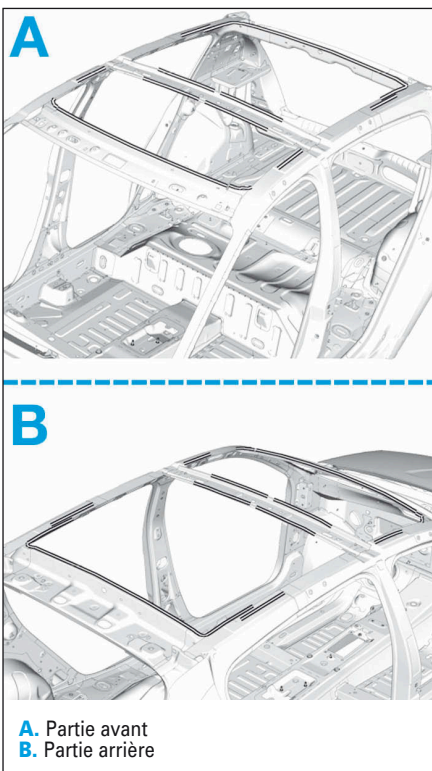

FIG.68
- Appliquer un cordon de colle structurale haute performance sur la totalité de la face interne d'accostage du côté de caisse et le lisser à l'aide d'un pinceau (Fig.68).